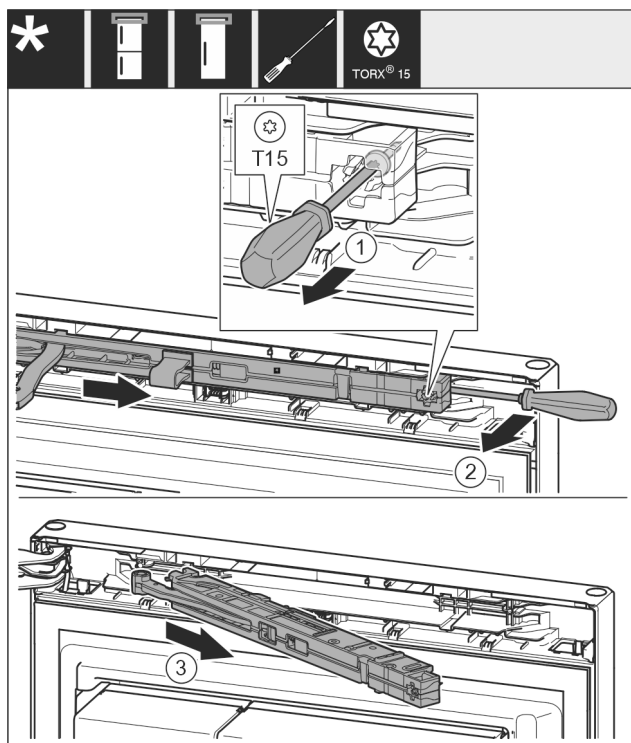

Fig. 15
- Šroub Fig. 15 (1) na jednotce tlumiče zavírání povolte šroubovákem 14 mm.
- Vypačte jednotku tlumiče zavírání Fig. 15 (2) na straně madla šroubovákem dopředu.
- Vytáhněte jednotku tlumiče zavírání Fig. 15 (3).